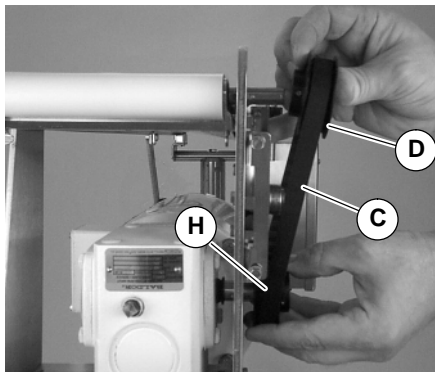

Abbildung 6
5. Zahnriemen (C siehe Abbildung 6) um Abtriebszahnscheibe (D) und Antriebszahnscheibe legen (H). Abtriebszahnscheibe (D) auf Achszapfen des Förderbandes befestigen.